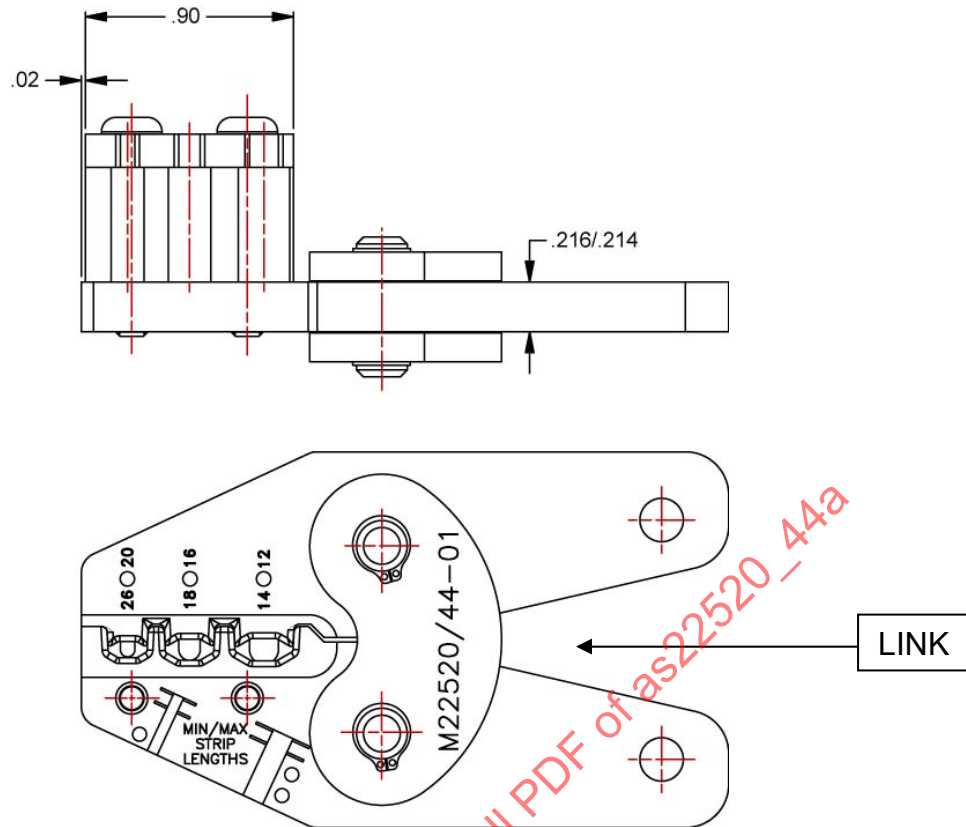

FIGURE 4 - M22520/44-01 LOCATOR POSITION
- ATTACH THE LOCATOR TO THE LOWER HALF OF THE CRIMP JAW AS SHOWN IN FIGURES 4 AND 5.